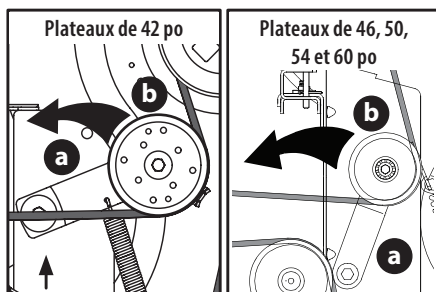

Figure 42
- b. En partant du milieu du tracteur, faites pivoter le support du galet (a) et le galet tendeur mobile (b) vers l'arrière avec un éloignement suffisant pour soulever la courroie et la faire passer au-dessus de la poulie de fusée (Figure 42).